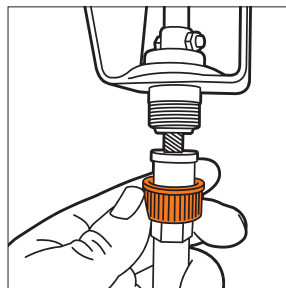

Рис. 10
- Соедините другой конец гибкого вала с рычагом поворота желоба, расположенном на панели оператора, зафиксируйте соединительной гайкой (Рис. 10).